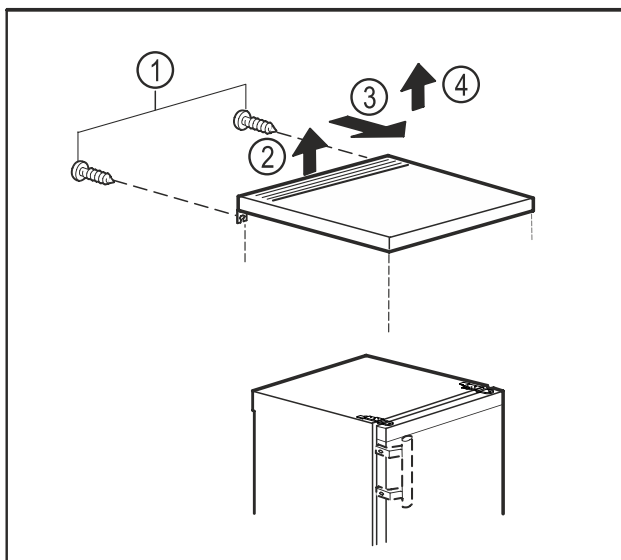

Fig. 9
- ▶ Távolítsa el a csavarokat a hátoldalon. Fig. 9 (1)
- ▶ Emelje meg az asztallap hátulját. Fig. 9 (2)
- ▶ Tolja előre az asztallapot. Fig. 9 (3)
- ▶ Felfelé vegye le az asztallapot. Fig. 9 (4)